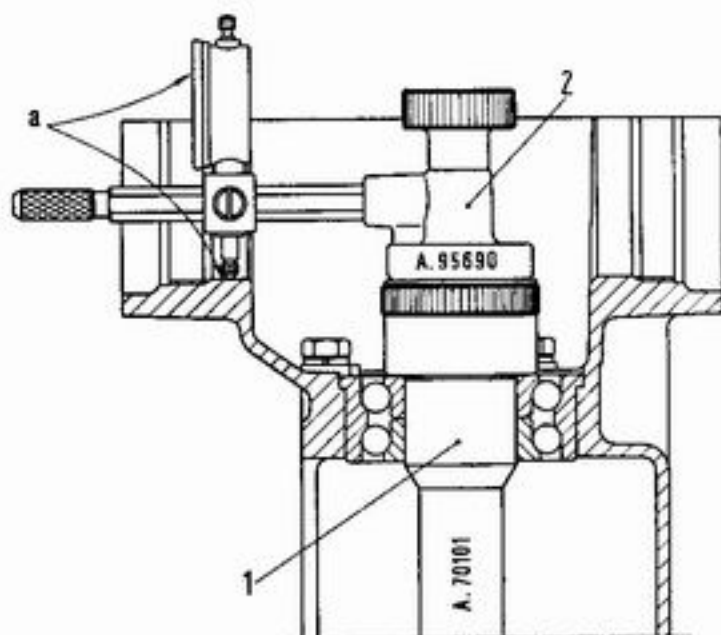

Fig. 13. - Mod. 850. - Schema dell'uso degli attrezzi atti alla determinazione dello spessore dell'anello di registro del pignone conico.
a = valore letto in mm sul comparatore applicato sull'attrezzo A. 95690 (fig. 13);
- Montare l'attrezzo A. 70101 (fig. 13) e bloccarlo per mezzo dell'apposito pomello zigrinato, sul cuscinetto posteriore pignone conico.